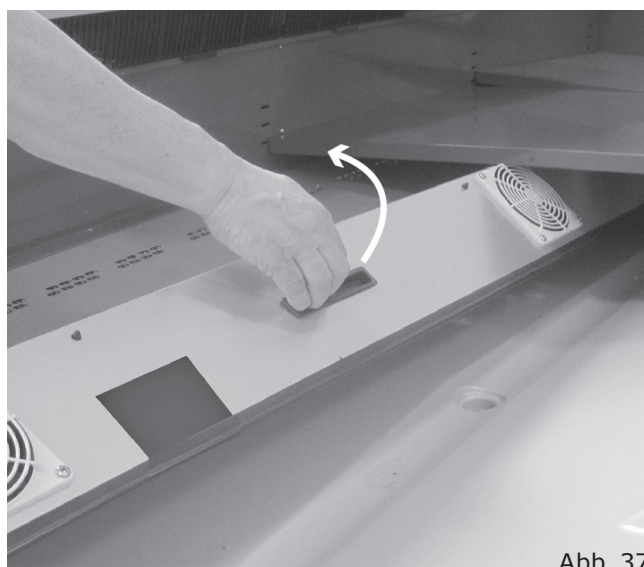

Abb. 37
- Ein Lüftungsgehäuse, das sich nach oben schwenken lässt ("Abb. 37").